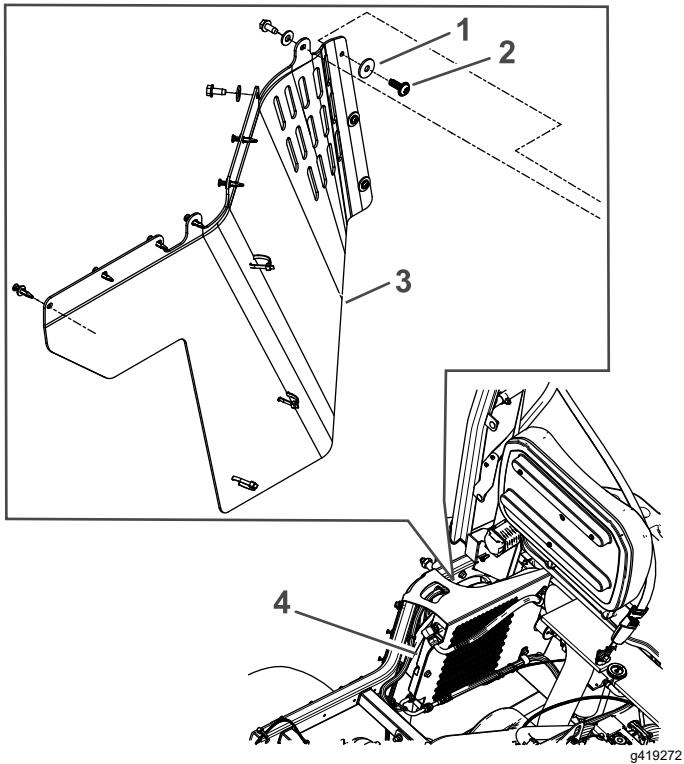

Bild 45
11. Bringen Sie die zuvor entfernten Kunststoffscrews von unterhalb der Maschine an der neuen Platte und der Benzintank-Seitenplatte an (Bild 45 und Bild 47). Ziehen Sie die Kunststoffscrews auf ein Drehmoment von 2,25 N·m an.